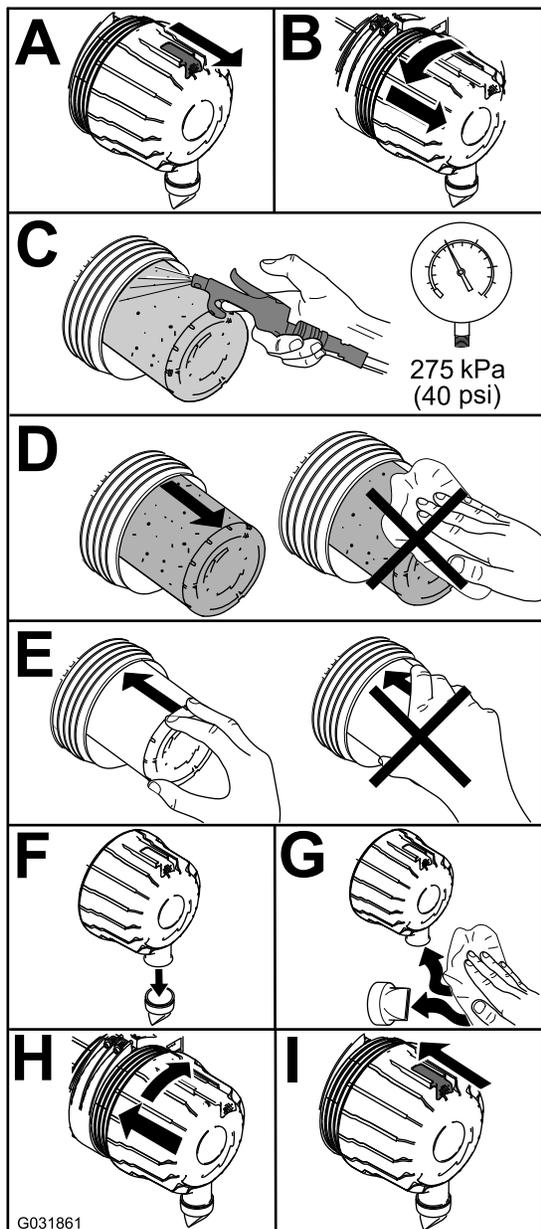

Рисунок 77
1. Замените воздухоочиститель (Рисунок 77).